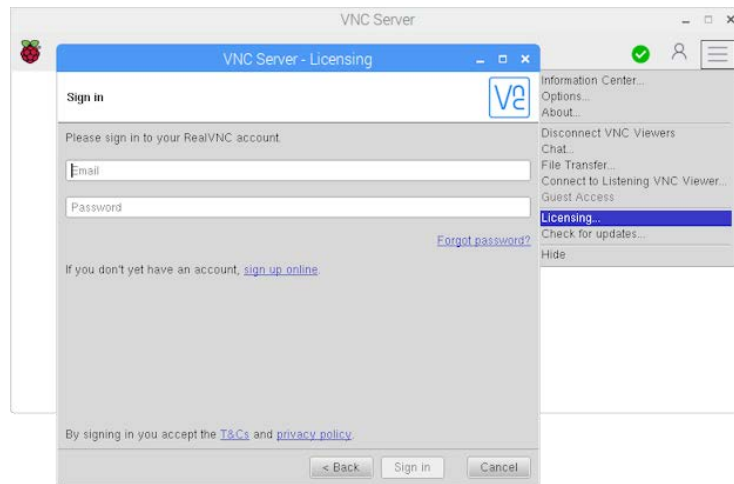

Рисунок 1.4 – Ліцензування Raspberry Pi на хмарному сервісі
2. На своєму RPі вибрати **Licensing** в меню стану VNC Server, далі вибрати **Sign in to your RealVNC account** і ввести електронну адресу та пароль нового облікового запису (рис.1.4).